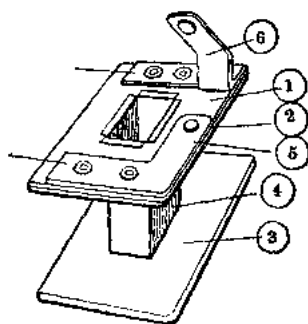

图 3-3
下一步制作绕线圈的框架。在图 3-3 中可看出，继电器线圈框架由六个零件和四个小铆钉做成。①是上夹板，用 1 毫米厚的薄胶木板做成。②是为了防止绕上的线圈同铆钉短路而加的上防护板。③是下夹板。④是用薄铁皮圈成的中间框架，上、下夹板和上面的防护板就是套在这中间框架上的。⑤